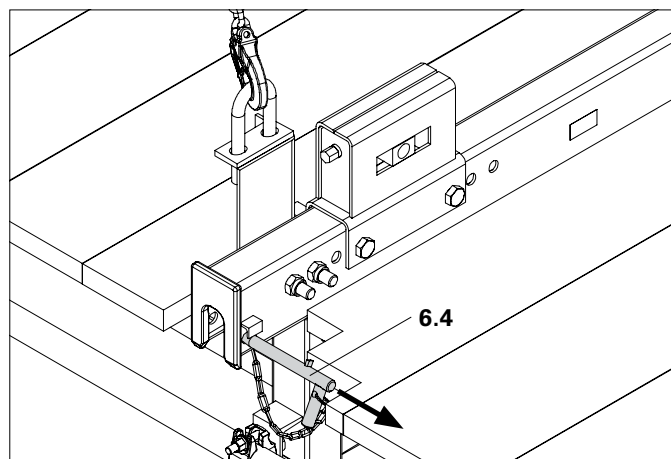

Fig. B1.20
3. Rimuovere il perno di sicurezza (6.4). (Fig. B1.20)